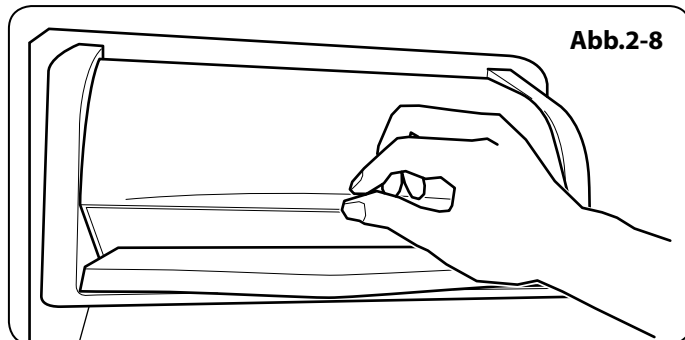

Abb.2-8
**⚠ Achten Sie beim Öffnen und Schließen des Kastens für Milchprodukte darauf, dass Sie sich nicht die Finger einklemmen (**Abb.2-8**).**